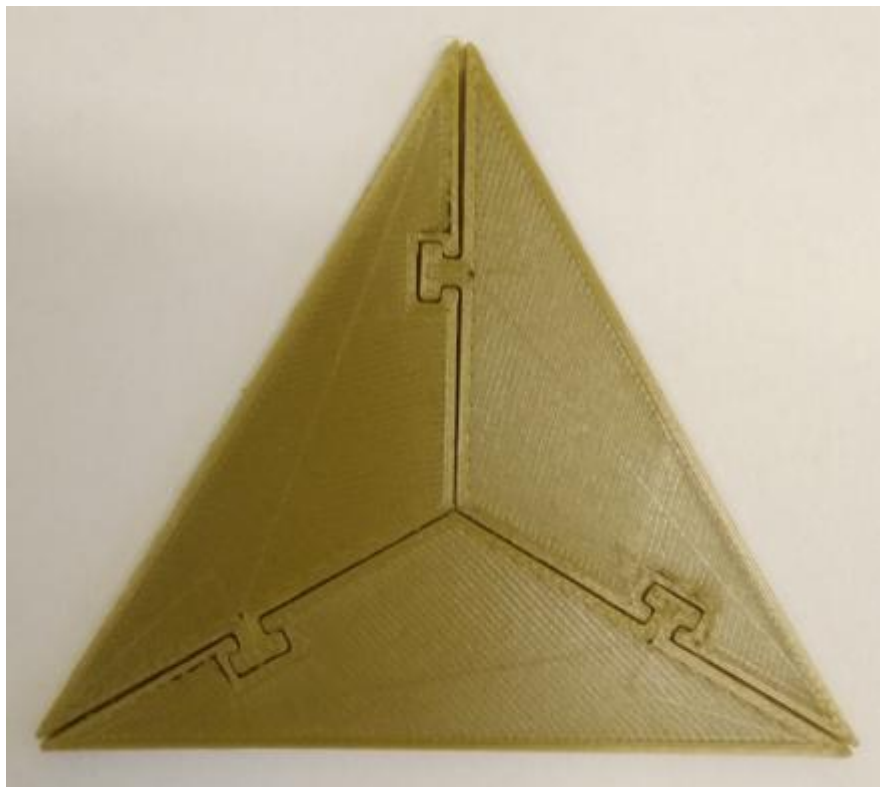

Рис. 1. «Пазл из трёх треугольников»
**Задание:** разработать, подготовить для печати и распечатать на 3D принтере прототип изделия «Пазл из трёх треугольников» (см. рис. 1).